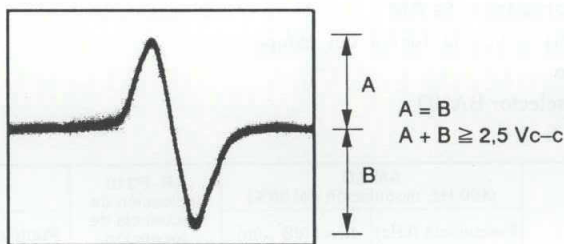

Fig. 8-14.
3. Tout en regardant l'écran de l'oscilloscope, appuyer sur la touche PROGRAM et observer la forme d'onde de la Fig. 8-14, pendant quelques instants. Vérifier que l'amplitude atteint au moins 2,5 Vc-c et que les amplitudes positive et négative soient égales. Comme la forme ne sort que pour un moment, quand la touche PROGRAM est enclenchée, appuyer sur à plusieurs reprises sur cette touche, jusqu'à ce que la forme d'onde ait été vérifiée.